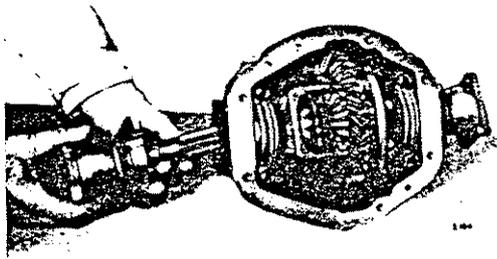
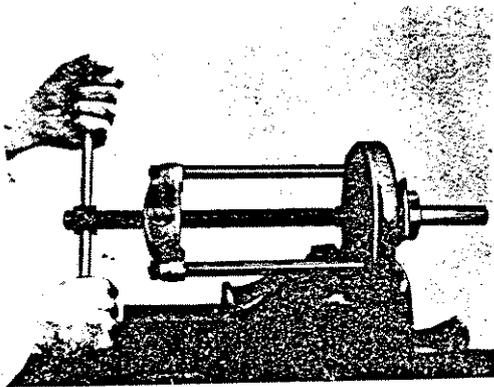

Abb.57 Ausbau der inneren Achswelle
Abb. 58 Abziehen des inneren Achswellenflansches
Für den Ausbau der inneren Achswellen, (34) die vier Bolzen (Abb.56) und Federscheiben von den Lager-Spannringen (26) entfernen und die Wellen (Abb.57) herausziehen. Die Mutter (30) und die Unterlegscheibe (29) entfernen sowie den Flansch (28), siehe Abb.58, abziehen.